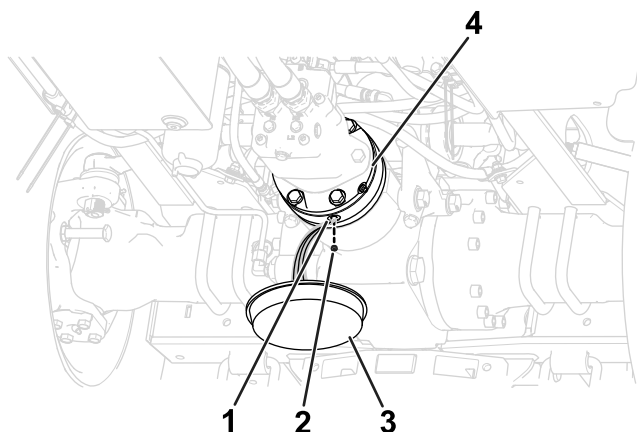

Figura 105
1. Coloque un recipiente debajo del freno hidráulico (Figura 105).
2. Retire el tapón de vaciado del orificio de vaciado (Figura 105).
4. Instale el tapón de vaciado en el orificio de vaciado (Figura 105).